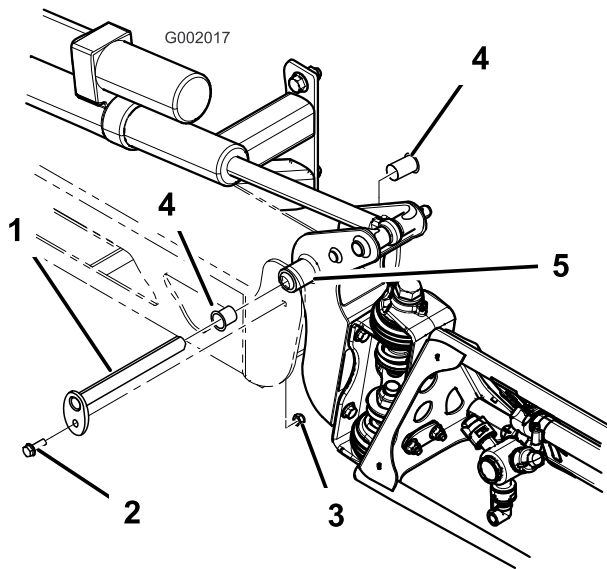

図 71
3. ブームを支えておきながら、ピボット・ピンをブーム・アセンブリに固定しているボルトとナットを取り外す（図 71）。ピボット・ピンを取り外す。
5. ナイロン・ブッシュを取り外し、ピボット・ブラケットの前面および後面側から見て点検する（図 71）。磨耗したり破損したりしている場合は交換する。
7. センター・フレームにブーム&ピボット・ブラケット・アセンブリを取り付け、開口部を整列させる（図 71）。